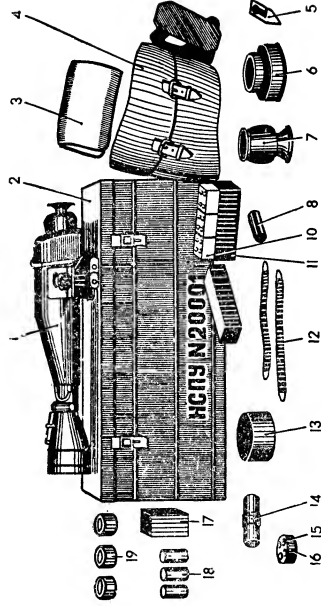

Рис. 1. Комплект прибора:
- вывинтить вышедшую из строя лампу и на ее место ввинтить годную из ЗИП при помощи ключа 5 (рис. 1);
- ключом 5 (рис. 1) вывинтить из корпуса прицела осушитель с насыщенным силикагелем и сразу ввинтить новый.
- повернуть с помощью ключа 5 (рис. 1) по часовой стрелке, открыть и снять зажим 51;
- вывинтить ключом 5 (рис. 1) винты 10 (рис. 18), не вращая маховичок 8;